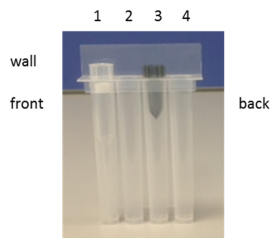

Figure 12 : Disposition des embouts sur la cassette d'embouts
S'assurer que l'embout (1) et l'embout de perçage (3) sont positionnés comme illustré sur la figure ci-dessous (Figure 12).